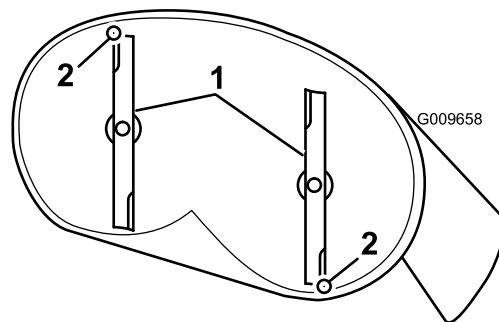

**Figure 52**
- Du côté gauche de la machine, desserrez sans le retirer, l'écrou de blocage arrière sur le support (Figure 52).
- Desserrez l'écrou de blocage latéral sur le support jusqu'à ce qu'il soit possible d'ajuster la plaque centrée (Figure 52). Utilisez une clé à douille munie d'une rallonge de 3/8 pouce pour manipuler la plaque excentrique. Utilisez la clé pour repositionner le plateau de coupe à la hauteur voulue.
8. Arrêtez le plateau de coupe et vérifiez sa hauteur, puis serrez l'écrou de blocage latéral sur le support pour fixer cette nouvelle position (Figure 52). Resserrez l'écrou de blocage arrière sur le support.